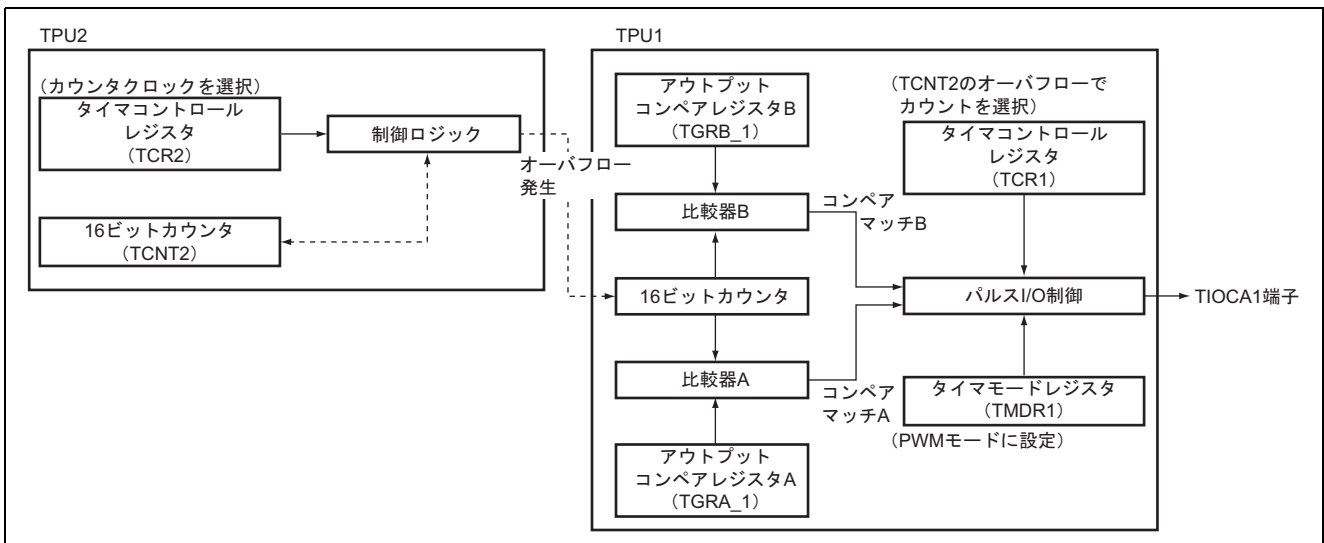

図 2 長周期パルス出力ブロック図
- (1) 本タスク例では TPU1 と TPU2 の 16 ビットカウンタを接続して 32 ビットカウンタ動作を行い , TPU1 から長周期パルスを出力します。図 2 に本タスク例で使用する TPU のブロック図を示します。本タスク例では以下の機能を使用します。